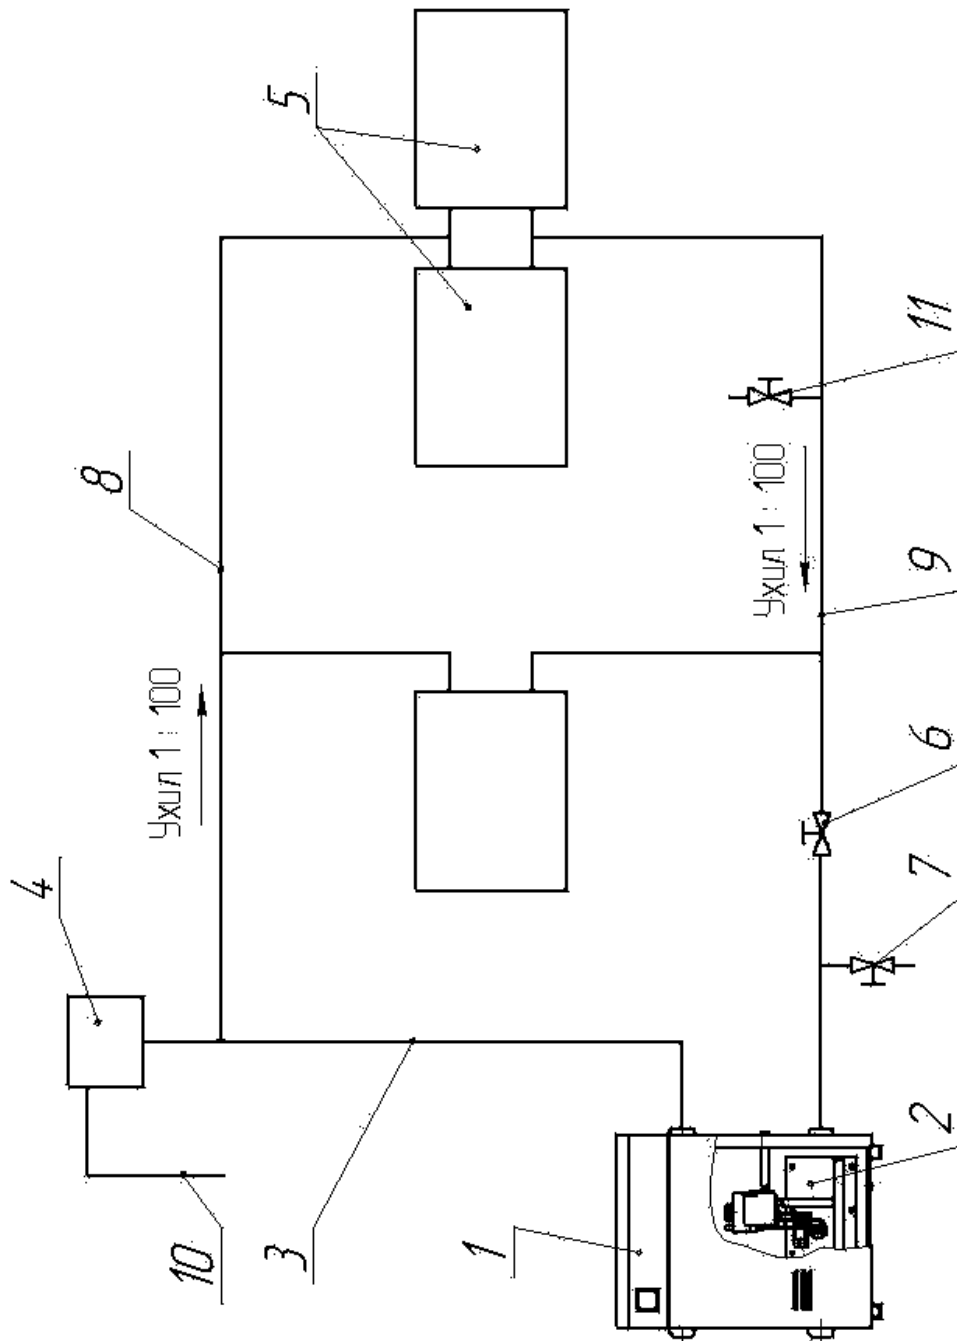

Рисунок 4 - Принципова схема підключення котла КС-Г-ДС до системи опалення з природною циркуляцією теплоносія.
- перевірити, чи відкритий пробковий кран 11 (рисунок 4).